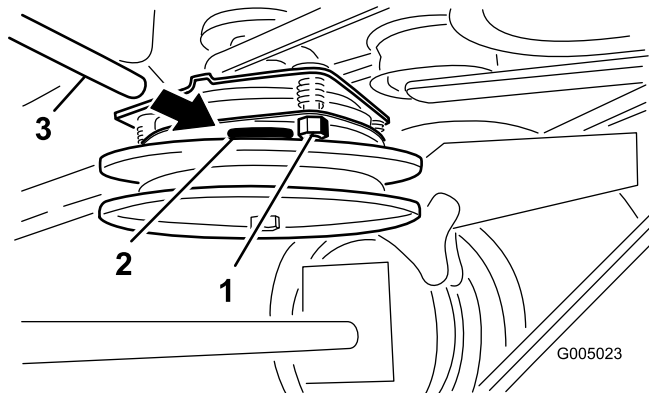

Bild 40
2. Ziehen Sie die Sicherungsmuttern fest, bis die FÜhlerlehre etwas fest sitzt, jedoch leicht bewegt werden kann (Bild 40).